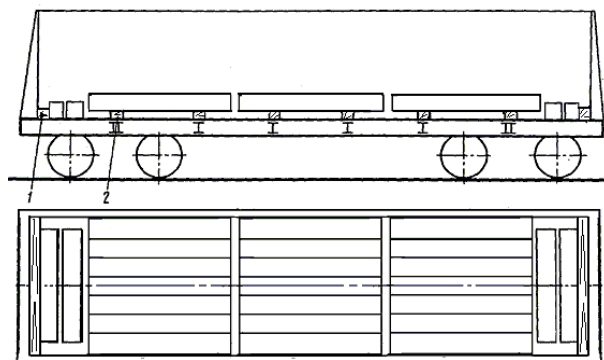

Рисунок 192
8.2.2. Блюмсы длиной свыше 2600 мм до 2800 мм включительно размещают тремя штабелями вдоль полувагона в один ярус (рисунок 192). Каждый штабель размещают на двух подкладках сечением не менее 25х100 мм и длиной, равной ширине полувагона, уложенных на средние, промежуточные или шкворневые балки полувагона. Зазоры между торцами полувагона и крайними штабелями заполняют уложенными поперек полувагона блюмсами. У торцевых дверей полувагона вплотную к порожку укладывают упорный брусок сечением 100х100 мм и длиной 2850 мм.